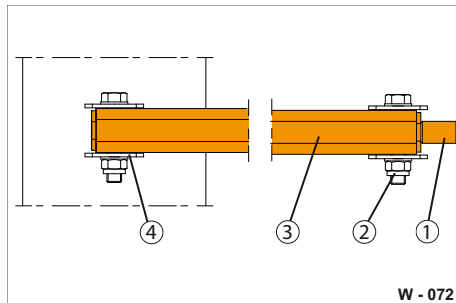

Abb. 28 Absturzsicherung lösen
- ▶ Lösen Sie die Verschraubung (Abb. 28/2). Bewahren Sie diese sicher auf.
- ▶ Klappen Sie das Gestänge (Abb. 28/2) aus.
- ▶ Kippen Sie die Mulde vorsichtig zurück und führen Sie den Stützen (Abb. 28/1) in die Bohrung der Quertraverse am Fahrgestell ein. Die Mulde ist abgestützt.